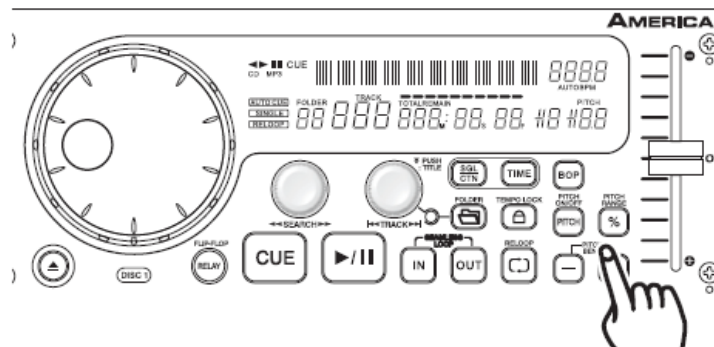

Figura 31
3. PULSANTI PITCH BEND (14):
Il pulsante (+) PITCH BEND (14) aumenta la velocità di esecuzione della traccia mentre il pulsante (-) PITCH BEND (14) la diminuisce. La misura della variazione di velocità è proporzionale al tempo di pressione sul pulsante. Per esempio, se il pulsante (+) PITCH BEND (14) viene tenuto premuto, come mostrato in figura 31, la velocità del disco aumenta e continuerà ad aumentare fino a quando raggiungerà un incremento massimo di velocità del 16% (o 100% per CD Audio). Quando si rilascia il pulsante (+) PITCH BEND (14) la velocità del disco ritorna automaticamente a quella precedentemente impostata.
4. JOG WHEEL (1):